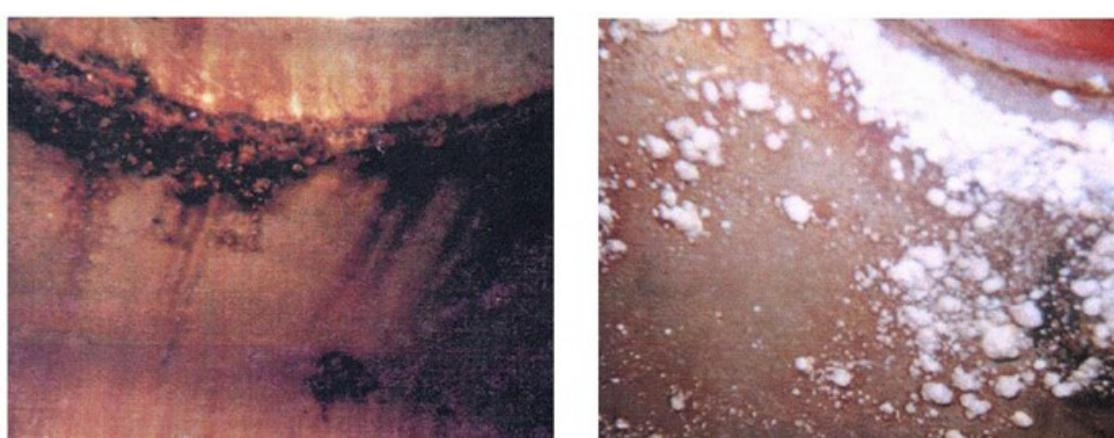

Bild 1: Korrosionspusteln aus Eisenoxiden (links) und Calciumkarbonat-Ablagerungen (rechts)
Diese pH-Abhängigkeit kann man verdeutlichen an einer Darstellung der Konzentrationsanteile der verschiedenen „Kohlensäureformen“ (siehe Bild 1). Damit liegt bei pH-Werten unter 5 praktisch nur Kohlendioxid vor, bei einem pH-Wert um die 8 sind fast nur Hydrogenkarbonat-Ionen vorhanden und über einem pH von 12 findet man ausschließlich Karbonat-Ionen.
Zur bildlichen Verdeutlichung des Einflusses des pH-Wert auf die Kalkabscheidung wird eine Alkalisierung (ph-Wert wird alkalisch, $\text{pH} > 7$) im Kathodenraumes gezeigt (Bild 1). Dies führt in calciumhydrogenkarbonathaltigen Wässern zu einer Verschiebung des Kalk – Kohlensäure – Gleichgewichts nach
Dabei zeigt sich, dass die Karbonate von Zink und Eisen weiß und von Kupfer grün gefärbt sind. Sehr schöne Ablagerungen von weißlichem Calciumkarbonat durch die Wandalkalinität nach Gleichung (2) zeigt das rechte Bild von Bild 1, und im Vergleich dazu die braunen Eisenoxide als Korrosionsprodukte auf der linken Seite.